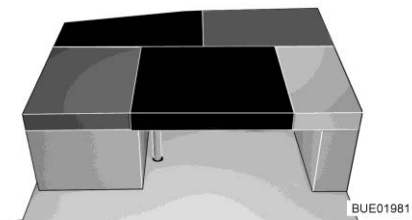

Bild 166 Efter ombyggnaden
- Lägg den rektangulära extra dynan på bordet (mellan sittdynan och sidosätets ryggdyna, se Bild 166).